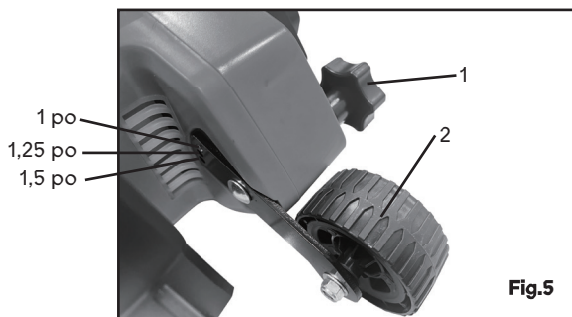

Fig.5
2. Régler la profondeur de coupe : desserrez le bouton de réglage de la profondeur de coupe (1) (Fig. 5). Déplacez la roue avant (2) (Fig. 5) vers la position souhaitée en l'alignant avec l'un des trois trous disponibles. La position du trou détermine la profondeur de coupe : plus le trou est bas, plus la hauteur de coupe est élevée. Les trois positions des trous correspondent à des hauteurs de 25,4 mm (1 po), 31,75 mm (1,25 po) et 38 mm (1,5 po), de haut en bas.